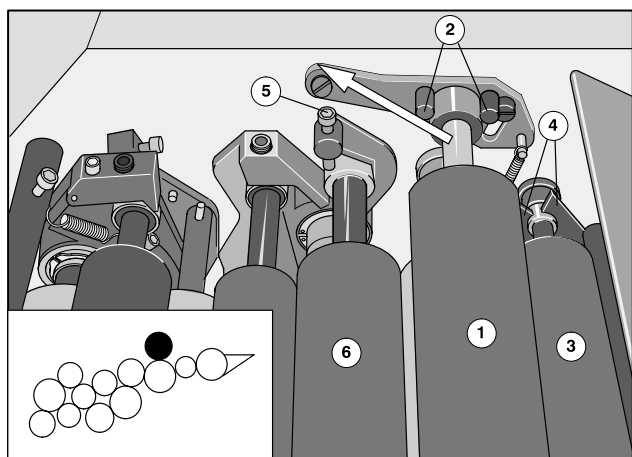

図12 ライダーローラの取り外し
- ❶ ライダーローラ(図12/❶)を矢印の方向に押し、ボルト(図12/❷)の下から取り外します。
- ❶ 呼び出しローラ(図12/❸)の両側のジャーナル(図12/❹)を持ち、ローラを持ち上げて受けから外します。
- ❶ 駆動側と操作側のレバー(図12/❺)をインキつぼの方向に倒します。
- ❷ 第1インキ移しローラ(図12/❻)を取り外します。